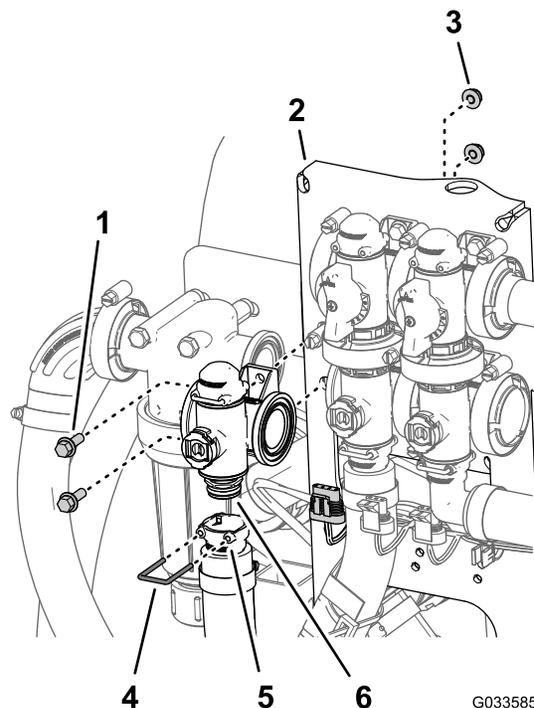

Bild 114
2. Entfernen Sie den Halter, mit dem das Auslaufanschlussstück an der Verteilerkupplung für das Dosierungsregelventil befestigt ist (Bild 114).
3. Entfernen Sie die zwei Bundkopfschrauben (1/4" x 3/4") und zwei Sicherungsbundmutter (1/4"), mit denen das Dosierungsregelventil an der Ventilbefestigung befestigt ist, und entfernen Sie den Ventilverteiler von der Maschine (Bild 114).